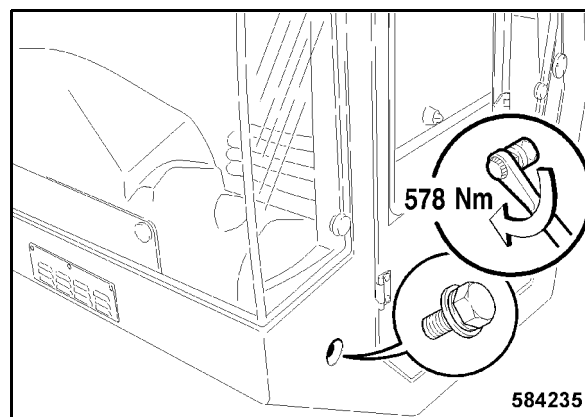

fig. 183
- Serrer la vis de fixation avant latérale gauche à un couple de 578 Nm (fig. 183).